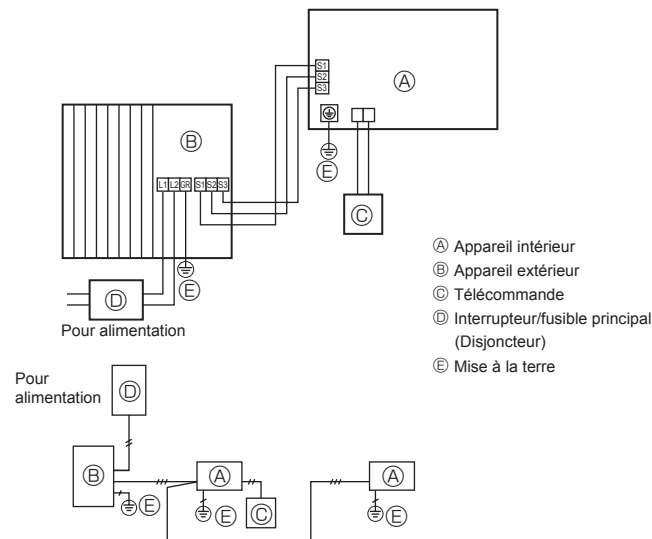
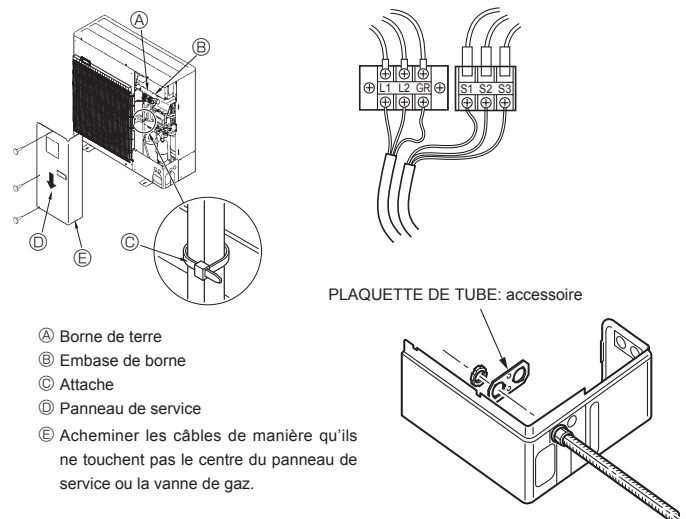

Fig. 6-1
Fig. 6-2
6.1. Appareil extérieur (Fig. 6-1, Fig. 6-2)
- ① Retirer le panneau de service.
- ② Effectuer le câblage conformément aux figures 6-1 et 6-2.